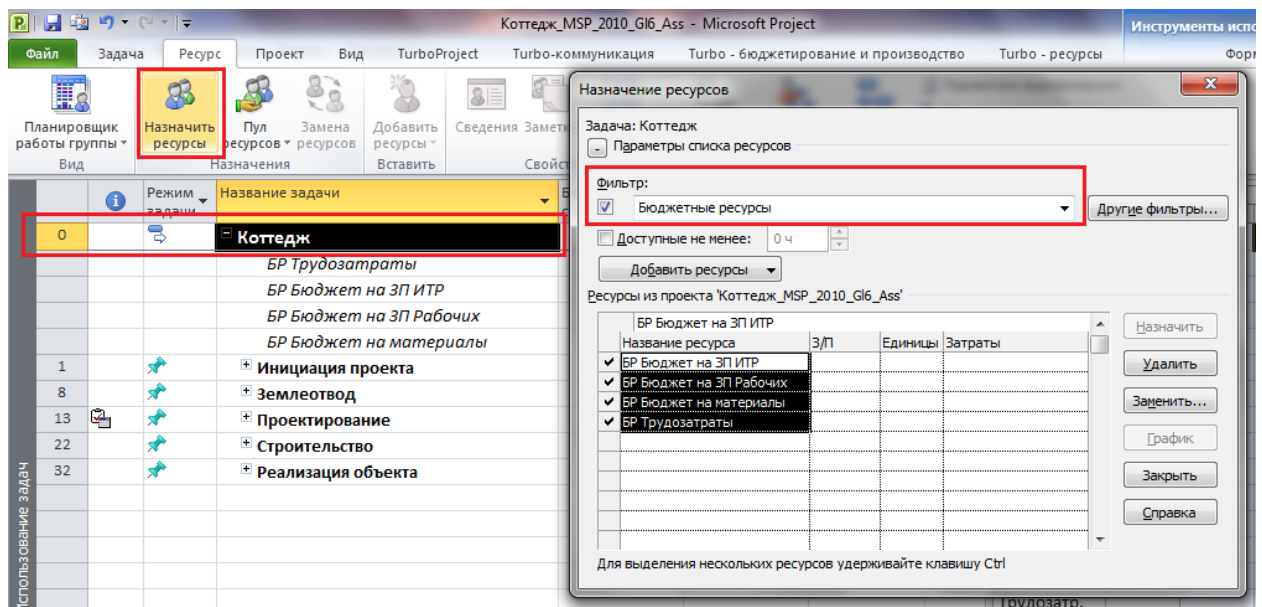

Рисунок 8.1 Назначение бюджетных ресурсов на суммарную задачу
- нажимаем на треугольник и выбираем фильтр «Бюджетные ресурсы», Рисунок 8.1.